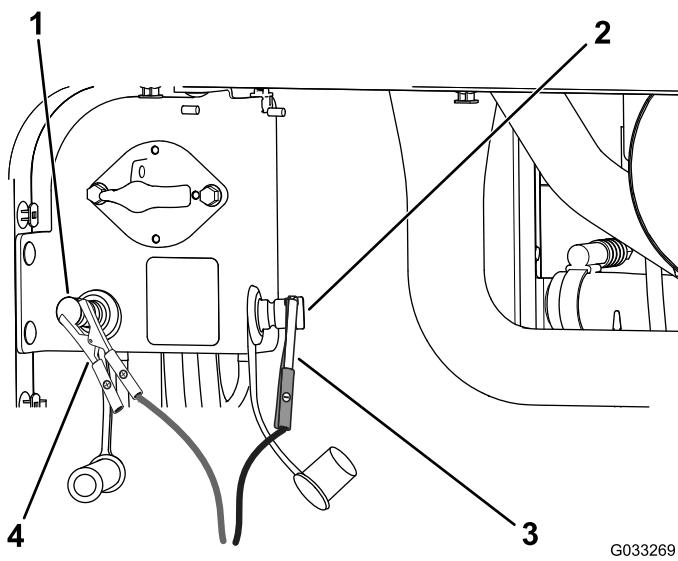

Figura 108
4. Conecte el cable positivo del cargador de la batería al borne positivo del otro vehículo (Figura 108).
5. Conecte el cable negativo del cargador de la batería al borne negativo de la batería del otro vehículo (Figura 108).
7. Cuando las baterías estén completamente cargadas, desconecte el cargador de la fuente de electricidad, luego desconecte los cables del cargador de los bornes de la batería del otro vehículo (Figura 108).